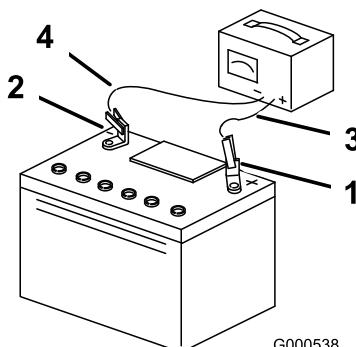

Рисунок 3
- Подсоедините к полюсным штырям аккумуляторной батареи зарядное устройство, обеспечивающее силу тока от 3 до 4 А. Зарядите аккумуляторную батарею током от 3 до 4 А в течение 4 – 8 часов (Рисунок 3).